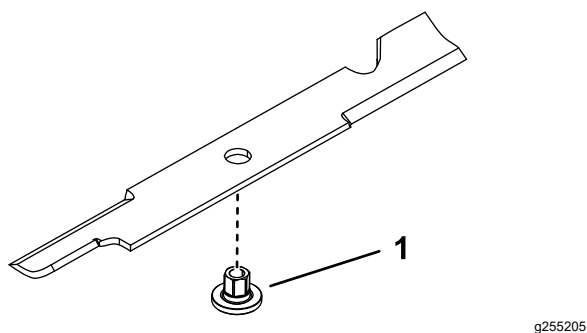

Рисунок 73
1. Вставьте втулку через отверстие в ноже так, чтобы фланец втулки был на нижней (обращенной к травяному покрову) стороне ножа (Рисунок 73).